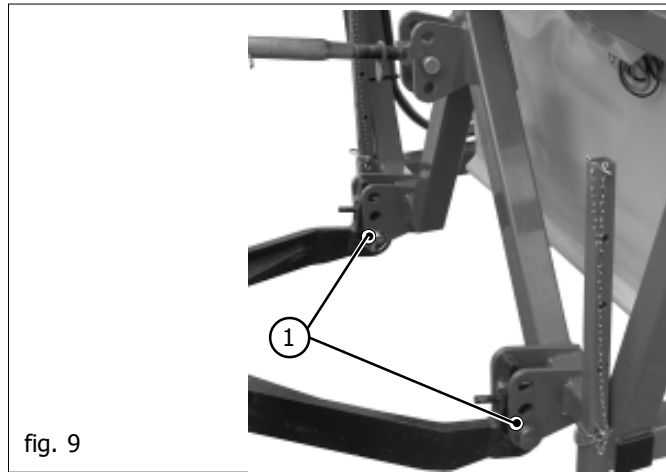

fig. 9
- 1) Die Hubvorrichtungsstangen in die vorhandenen Bolzen einhängen (1 Abb. 9) und mit den Sicherheitssplints blockieren.